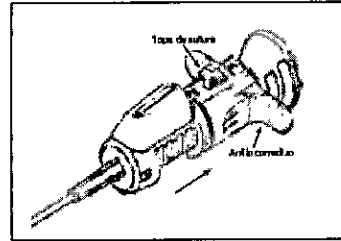

Figura 1b. Mango del anclaje para suturas (antes de desplegarse)
b. Despliegue el anclaje tirando hacia atrás del anillo corredizo hasta que se oiga un clic. Este clic confirma que se ha desplegado el anclaje correctamente (figura 1b).